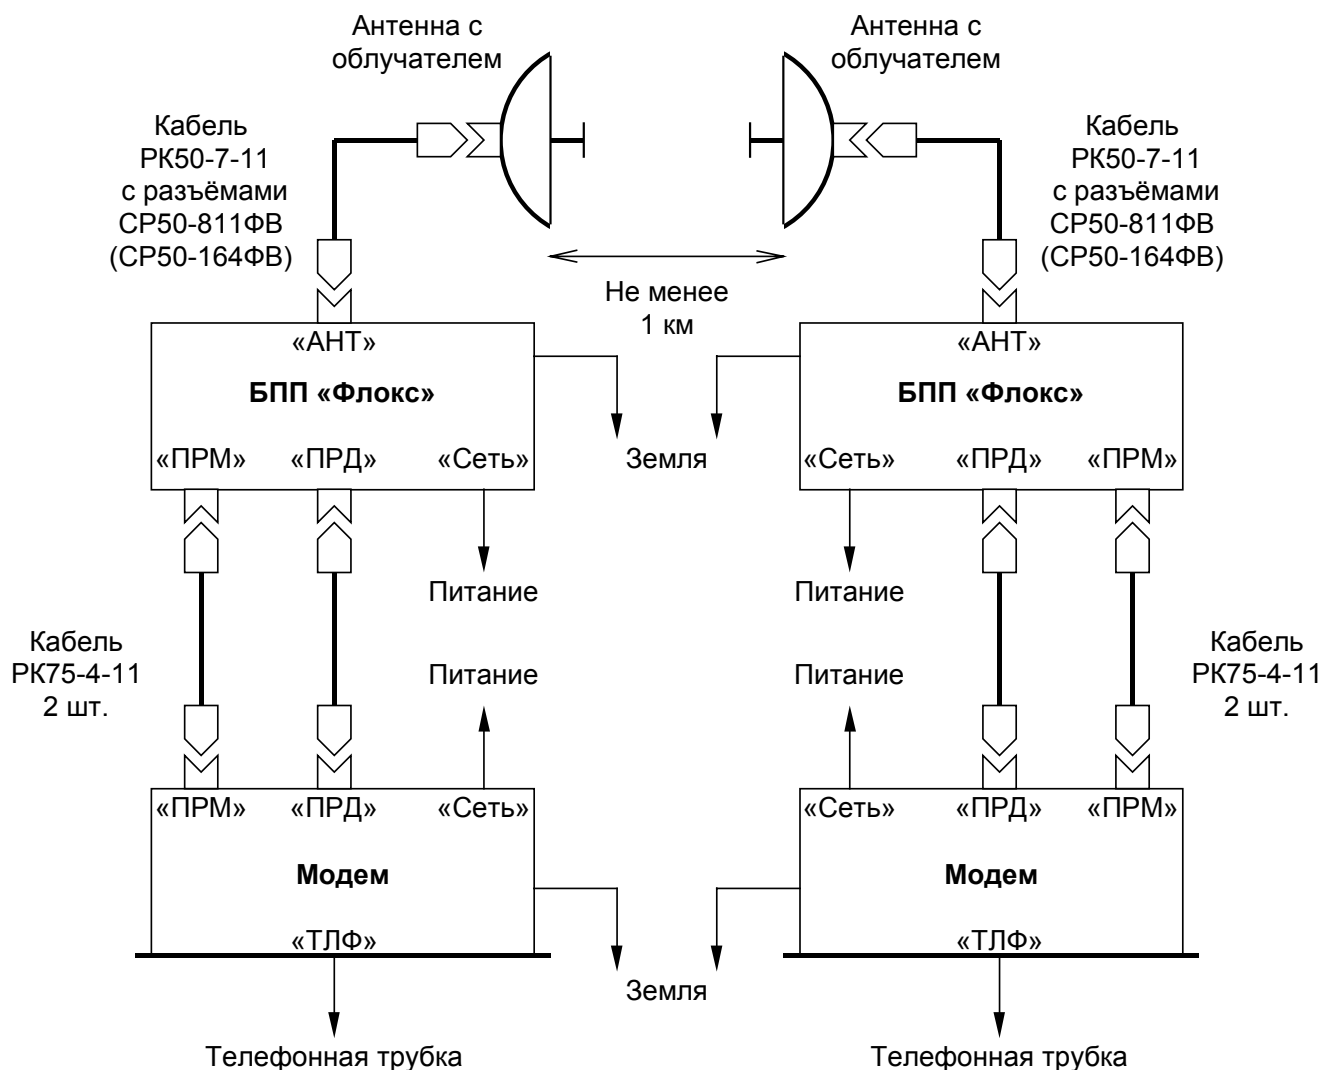

Рис. 2. Схема соединений при установке комплекта оборудования «Флокс»
9.1.2. Блоки приемо-передачи размещаются максимально близко к антеннам, РАЗЪЁМАМИ ВНИЗ. Варианты крепления антенны и МПП, а также длины кабелей (от МПП к антенне и от МПП к модему) согласуются Заказчиком с Поставщиком в условиях Договора на поставку оборудования. Схема соединений приведена на рис. 2. (В случае питания БПП постоянным напряжением - полярность постоянного напряжения значения не имеет. В случае питания модемов постоянным напряжением – полярность см. в инструкции на модем).